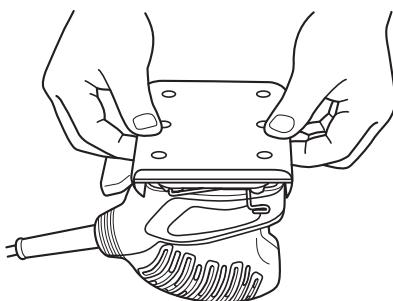

Fig. 8
(1) Pliage du papier de verre:
- Placer la ponceuse avec le coussinet dirigé vers le haut, comme indiqué par la Fig. 8. Placer le papier de verre sur le coussinet en prenant soin de faire coïncider la ligne médiane du papier avec celle du coussinet. Puis, plier les deux extrémités du papier à 90°.